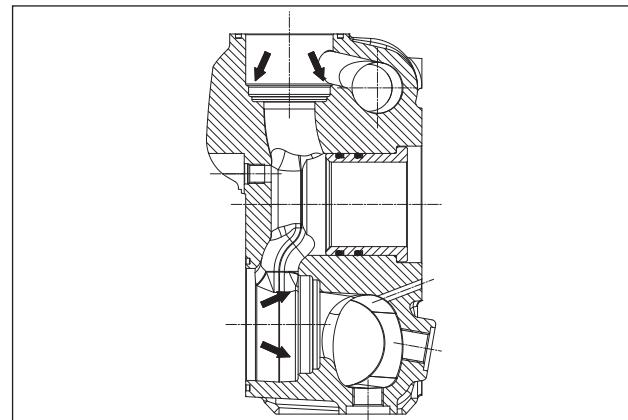

Fig. 145
Antes de reposicionar os grupos da válvula, limpe e enxugue perfeitamente as relativas ranhuras no cabeçote, indicadas pelas flechas (pos. ①, Fig. 145).